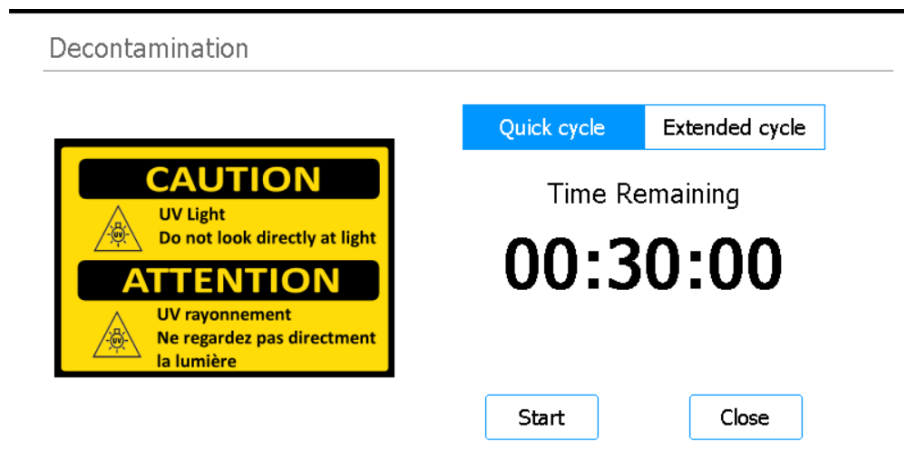

Abbildung 5 Bildschirm Decontamination mit Auswahl Quick cycle
- 3 Wählen Sie im oberen Bereich des Bildschirms die Option **Quick cycle**, wie in **Abbildung 5** gezeigt.